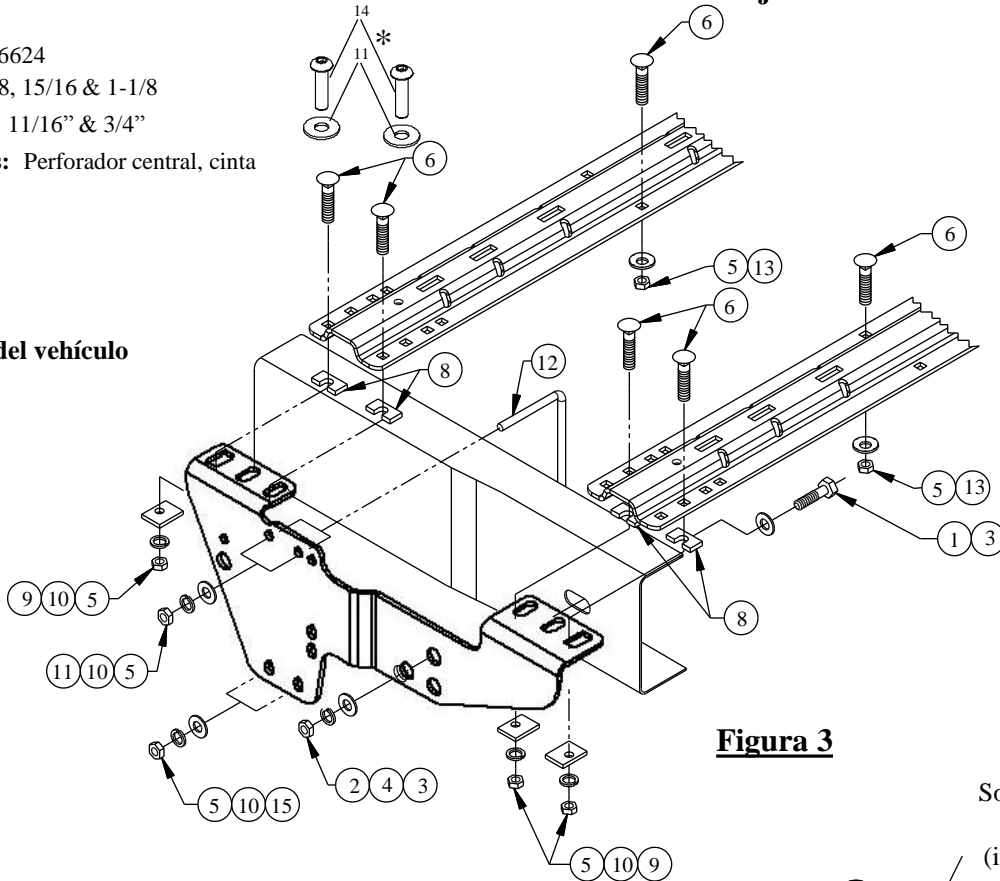
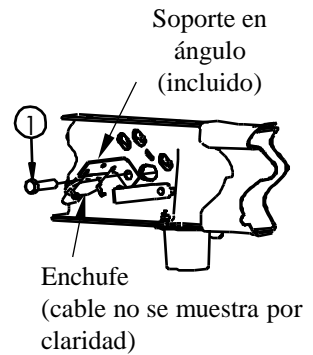

Figura 3
Figura 3c
7. Una los soportes del bastidor a los largueros del bastidor del vehículo como se muestra en la Figura 3 (el orificio delantero se puede perforar como una instalación opcional, para reemplazar el accesorio del perno en U si se prefiere, ambas instalaciones están aprobadas, consulte la página 7 para instrucciones de perforación). En vehículos pickup 2007 “Estilo de carrocería nueva” con control de frenos OE, consulte el paso de instalación 2 para reubicar el enchufe con el soporte angular. Use el perno 3/4” X 1.50 para instalar el soporte angular al interior del bastidor (ver Figura 3c).